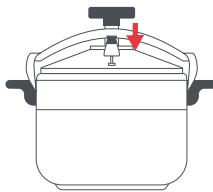

Fig. 10
1. Coloque a válvula rotativa (22) sobre o ponto de exaustão (23) (Fig. 10).
2. Aumente a intensidade da fonte de calor para a potência máxima. Se usar um fogão a gás, ajuste a chama com o objetivo de evitar que a chama se propague para além da base da panela. Dessa forma, economiza energia e evita a deterioração das asas laterais (9) e da junta de silicone (8).